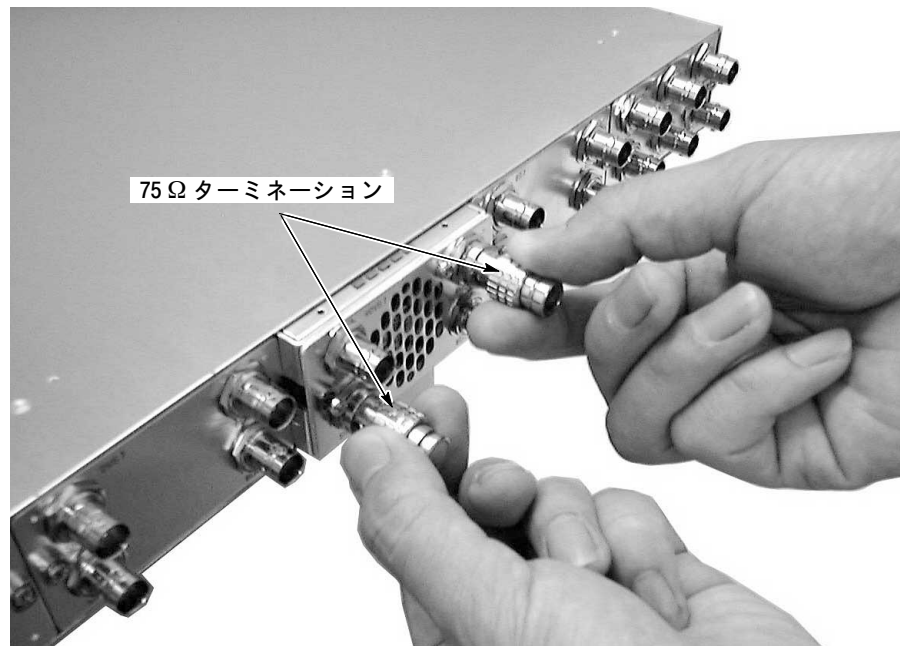

図 5：モジュールの取り外し
4. コネクタに取り付けたターミネーションまたは BNC ケーブルを持ち、モジュールをメインフレームからゆっくりと水平に引き出します。図 5 を参照してください。